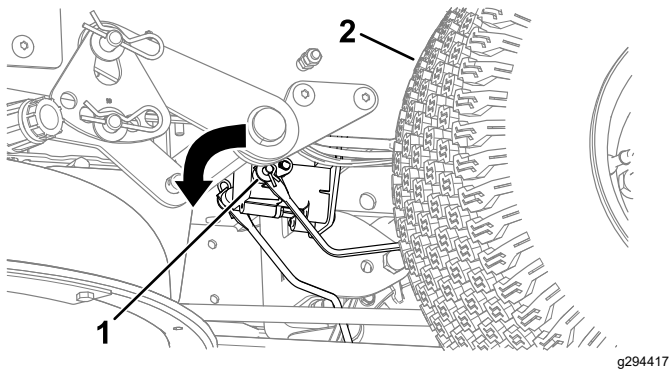

Figura 52
4. Localice el eje del freno eléctrico al que están conectados los brazos de enganche de los frenos (Figura 52).
5. Gire el eje hacia adelante para quitar el freno, tal y como se muestra en la Figura 52.